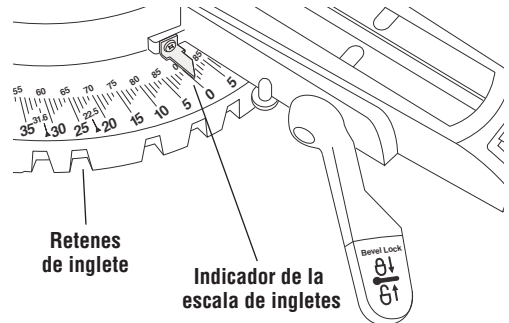

Figura 27. Ajuste de la escala de ingletes
1. Mueva la mesa hasta el ángulo de retén que se vaya a ajustar (Figura 27).